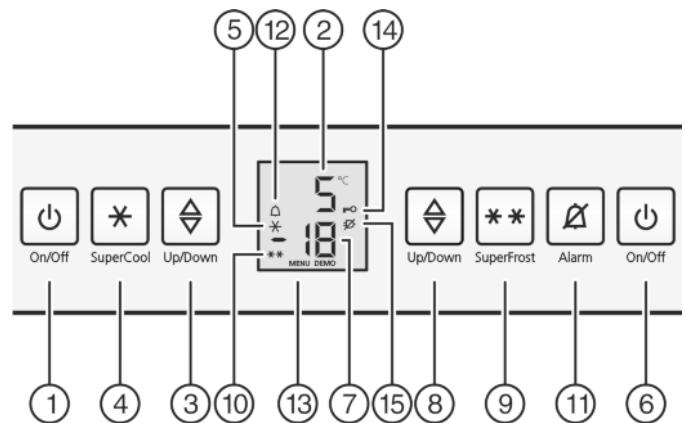

Fig. 2
- ▶ Nyomja meg a fagyasztó On/Off *Fig. 2 (6)* gombot.
- ▶ Nyomja meg a hűtőrést On/Off *Fig. 2 (1)* gombot.
- ▶ Beállítási mód aktiválása: Nyomja meg a SuperFrost gombot *Fig. 2 (9)* kb. 5 másodpercre.
- ▷ A kijelzőn megjelenik a Menü ikon *Fig. 2 (13)*.
- ▶ A SuperFrost billentyűvel *Fig. 2 (9)* röviden nyugtázza.
- ▷ A gyermekbiztosítás ikon *Fig. 2 (14)* világít a kijelzőn.
- ▶ Röviden nyomja meg a fagyasztórész On/Off gombját *Fig. 2 (6)*.
- ▷ A gyermekbiztosítás ikon *Fig. 2 (14)* kialszik.
- ▶ Nyomja meg a riasztás gombot *Fig. 2 (11)*.
Egyidejűleg villog a hőmérsékletjelző és a riasztás ikon *Fig. 2 (12)*.
A figyelmeztető hangjelzés automatikusan elnémul, a riasztás ikon *Fig. 2 (12)* eltűnik és a hőmérsékletkijelző is abbahagyja a villogást, mikor a hőmérséklet újra eléggé alacsony.